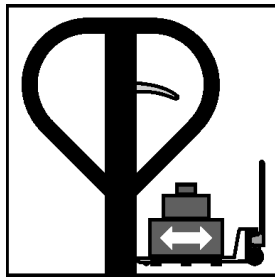

Fig. 8 – Transportar la carga
b. Posicione la palanca en el centro para transportar la carga (fig. 8).